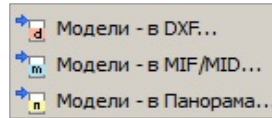

Рис. 15.18
1. В меню **Данные/ Экспорт** (рис. 15.18) выбираем соответствующую команду.